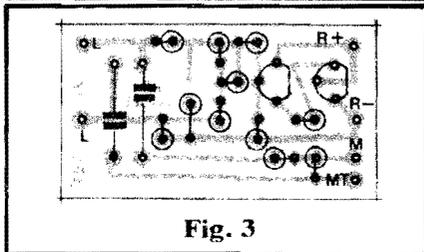
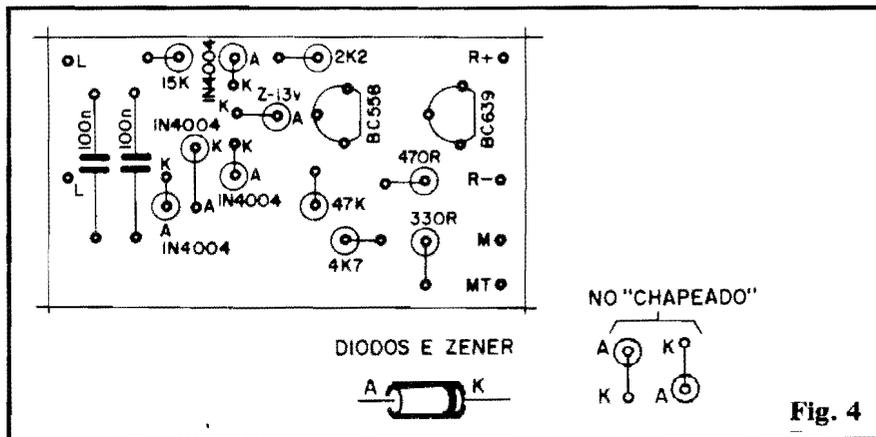

Fig. 3
Fig. 4
- FIG. 3 - "Chapeado" básico da montagem... Devido ao alto grau de compactação, tornou-se praticamente impossível demarcar diretamente nesse lay out básico (que encontra-se, na figura, em escala 1:1) os valores, códigos, polaridades, etc., dos componentes, conforme é costume nas montagens de APE (a figura deve, então, ser analisada e considerada em conjunto com o próprio diagrama - fig. 4...). Serve, contudo, para parametrizar o posicionamento real das peças e também para indicar os terminais de conexões externas (também detalhados nas próximas figuras...). Aos principiantes, lembramos que num "chapeado" a placa surge vista
- FIG. 4 - Agora em "escala dobrada", o "chapeado" é revisto incluindo os valores, códigos e polaridades de todos os componentes... Observem, principalmente, as posições e codificações dos dois transistores. Como todos os resistores e diodos são montados "em pé", a identificação dos terminais de anodo (A) e catodo (K) destes últimos, exige um cuidado extra. Na mesma figura temos a aparência dos diodos (vale também para o zener), com seus terminais devidamente identificados e codificados, ao lado das duas estilizações adotadas no "chapeado" (com as correspondentes marcações dos seus terminais "A" e "K"...). Lembramos que todos os componentes devem ser inseridos até que seus corpos fiquem tão rentes à placa quanto possível (de modo que a "espessura" final do circuito mantenha-se mínima...). Terminadas as soldagens (que devem ser feitas a partir de todos os cuidados cos-